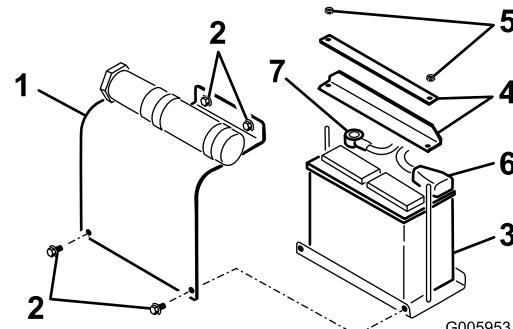

図 5
- バッテリーカバーを固定しているボルト4本を外して、バッテリーカバーを取り外す(図 5)。
- バッテリー固定用のバーとナットを外す(図 5)。
- プラットフォームにバッテリーを取り付ける（図 5）。
- 先ほど取り外したナットとバーで、バッテリーをシャーシに固定する（図 5）。
- バッテリーのプラス端子にプラス（赤）ケーブルを接続する（図 5）。ゴムカバーをかぶせる。
- バッテリーのマイナス端子にマイナス（黒）ケーブルを接続する（図 5）。
- バッテリーカバーを取り付ける（図 5）。